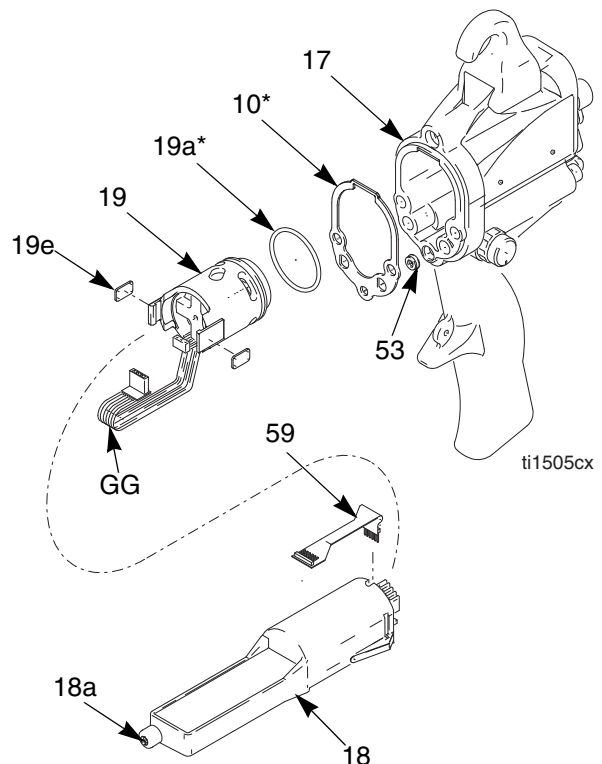

ABB. 18. Hochspannungserzeuger
3. Den Hochspannungserzeuger (18) mit der Hand fassen. Den Hochspannungserzeuger/Generator mit einer vorsichtigen seitlichen Bewegung aus dem Pistolengriff (17) lösen und dann vorsichtig gerade herausziehen. *Nur an Smart-Modellen* die flexible Schaltung (59) von der Buchse an der Oberseite des Griffs (17) trennen. Siehe ABB. 18.
4. Den dreipoligen Stecker (GG) vom Hochspannungserzeuger abziehen. Den Wechselstromgenerator nach oben schieben und vom Hochspannungserzeuger abnehmen. Hochspannungserzeuger und Wechselstromgenerator auf Schäden prüfen. *Nur an Smart-Modellen* die 6-polige flexible Schaltung (59) vom Netzteil abziehen.
6. *Nur an Smart- Modellen* die 6-polige flexible Schaltung (59) am Netzteil anschließen.
7. Den dreipoligen Stecker (GG) anschließen. Den Generator (19) nach unten auf den Hochspannungserzeuger (18) schieben.
9. Die Dichtung (18a) des Netzteils mit dielektrischem Schmierfett (40) einfetten.
10. Den Hochspannungserzeuger/Generator in den Pistolengriff (17) stecken. Darauf achten, dass die Massebänder den Griff berühren. *Nur bei Smart-Modellen* die flexible Schaltung (59) an der Buchse an der Oberseite des Griffs anschließen. Den 6-poligen Stecker fest in die Buchse drücken.
11. Installieren des Pistolenkörpers (16), Seite 31. Darauf achten, dass die Erdungsfeder (53) vorhanden ist.